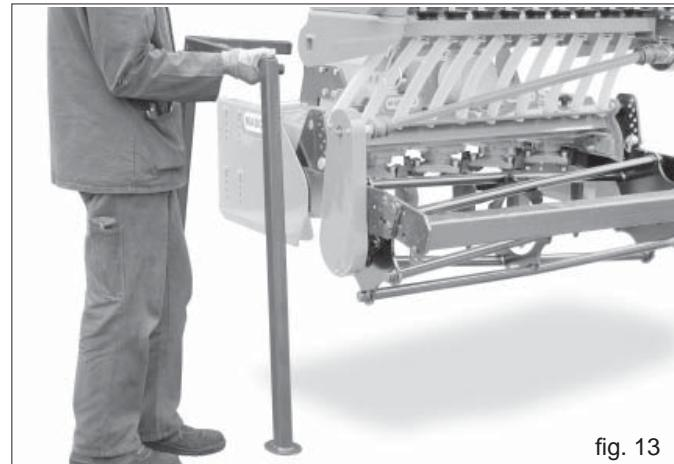

fig. 13
- 8) Sfilare i puntelli di sostegno (Fig. 13).